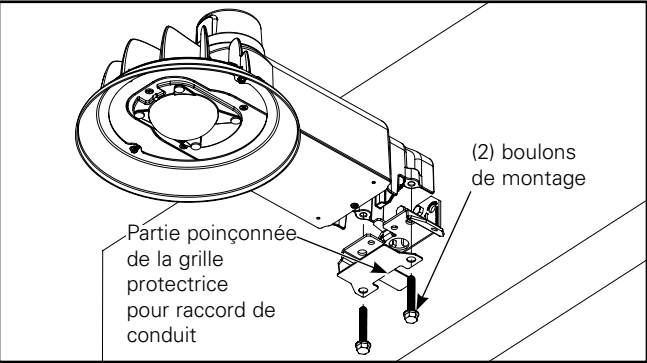

Figure 4.
5. Avec la douille de 12,7 mm (1/2 po), installez la grille protectrice comme montré en utilisant les deux boulons de montage du luminaire au haut du support mural/poteau et dans le luminaire. Si vous préférez effectuer le raccordement par le trou du conduit au bas du support de montage, retirez la languette poinçonnée de la grille protectrice. Serrez à un couple de 8 à 11 Nm (6 à 8 pi-lb). (Figures 4 et 5.)